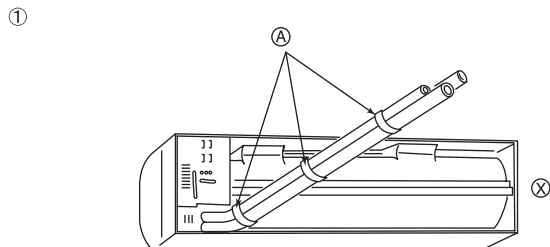
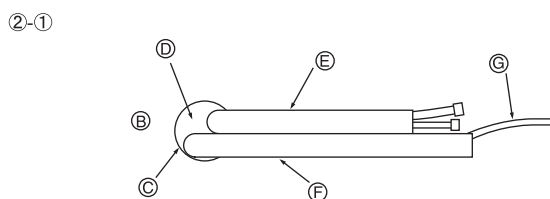

Fig. 3-4
Fig. 3-5
- ① Прикрепите шнур к отверстию.
- ② Чтобы определить ровный уровень, закрепите вес на шнуре и совместите шнур с отметкой.
① Трубы сзади, справа и внизу (Fig. 3-4)
- ② Трубы слева и сзади слева
②-① Для задних левых труб вытяните трубы из отверстий, чтобы определить их точную длину, затем свяжите их лентой. Внутренний прибор должен висеть на настенном кронштейне. (Fig. 3-5)